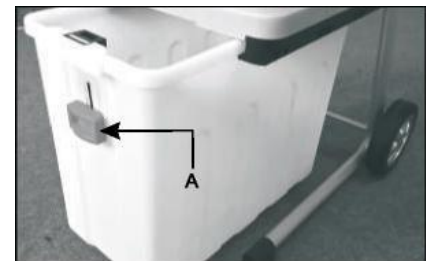

Fig.4
4.3.3- Scatola di raccolta (Fig.4)